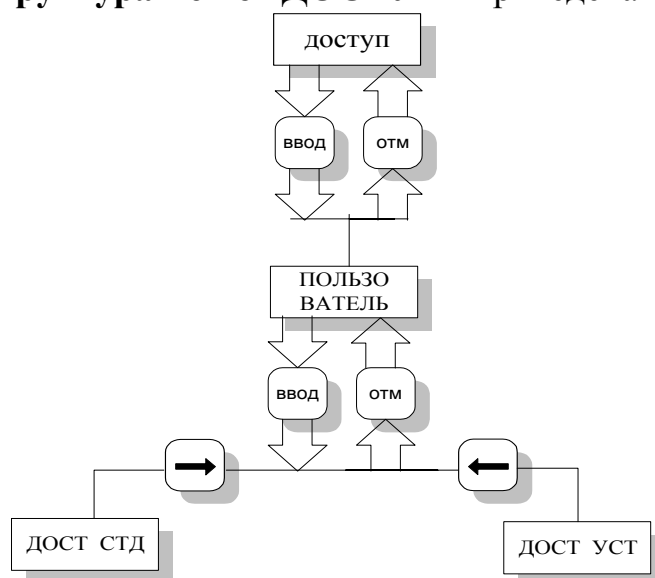

Рис. 20
1.1.1.1.16. Структура меню “ДОСТУП” приведена на рис.20.